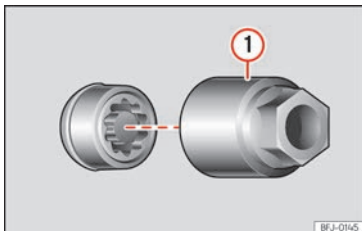

Abb. 223 Diebstahlhemmende Radschraube mit Abdeckkappe und Adapter.
- Setzen Sie den Spezialadapter »» (Abb. 223) ① (Bordwerkzeug »» S. 313) bis zum Anschlag in die diebstahlhemmende Radschraube ein.